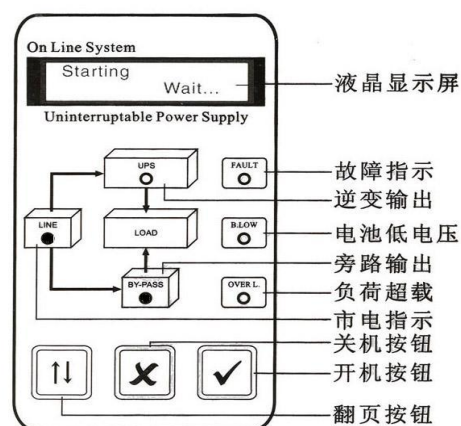

图 4. 1
1. 请先将后板上电力开关“无熔丝断路器(NFB)”住上扳为 ON。前面板输入指示灯与旁路指示灯同时亮起，如图 4. 1。